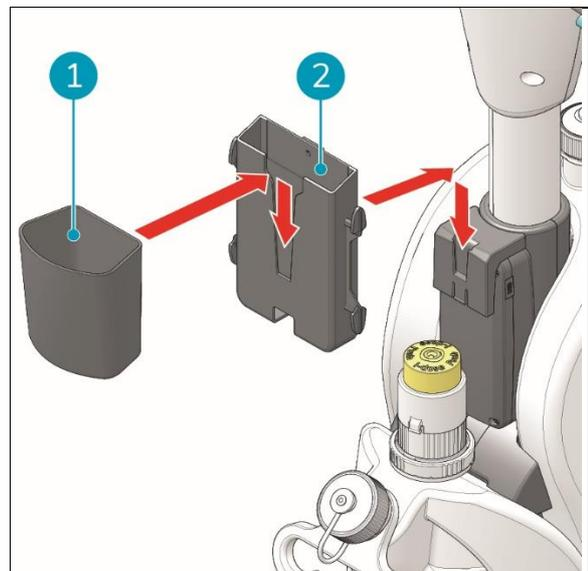

Figure 14
1. Faites glisser l'arrière du support de téléphone portable (Figure 14, pos 2) dans la fente du support. Faites glisser l'arrière de la corbeille (Figure 14, pos 1) dans l'encoche du support de téléphone portable.